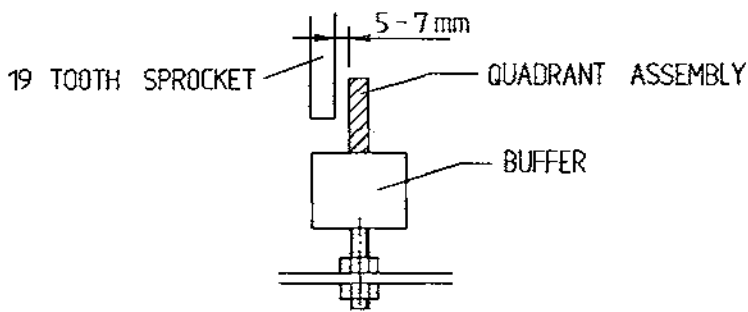

FIG 5
- (ii) Que la distance entre le pignon et le quadrant est 5-7mm (Fig 5). Le montage du quadrant peut être réglé pour obtenir la meilleure position.